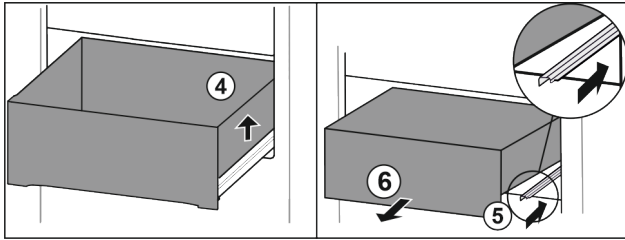

Fig. 32
- ▶ Soulever le tiroir sur la droite. Fig. 32 (4)
- ▶ Rentrer le rail de droite. Fig. 32 (5)
- ▶ Retirer le tiroir par l'avant. Fig. 32 (6)